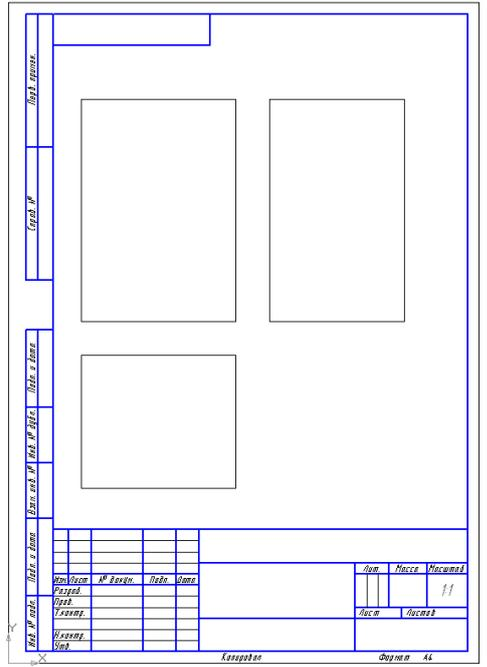

Рис. 13.3.
2.3. Выберите файл модели **Призма.т3d**. Переместите курсор в рабочее поле чертежа: вы видите габаритные прямоугольники стандартных видов модели (рис. 13.3).